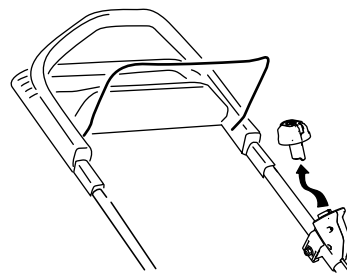

Figura 19
1. Retire el botón de arranque eléctrico (Figura 19).